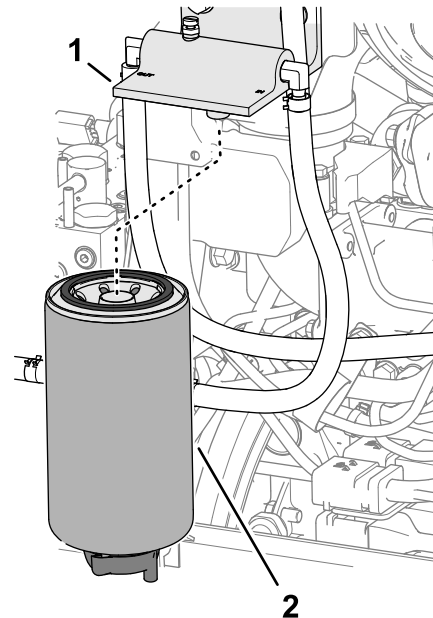

Figura 129
2. Limpie el filtro del separador de agua y combustible y el cabezal del filtro (Figura 129).